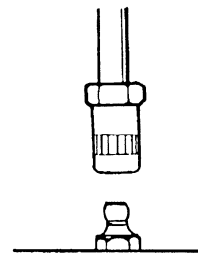

Fig.3.2
- 1). 給脂しようとするグリースニップルをきれいに拭いてから、グリースガンの hidroチャックをニップルに押当て、なるべく垂直になるようにセットしてください。hidroチャックの爪がニップルの頭部に噛付きます。(Fig.3.2)